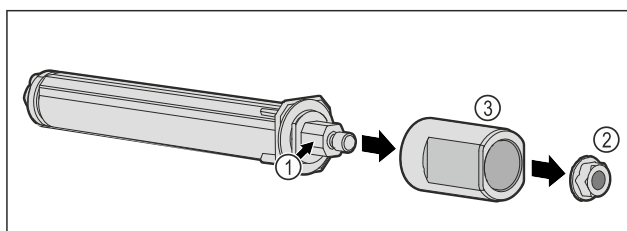

Fig. 53
- ▶ Ne szedje szét az ajtózáro rendszert Fig. 53 (1).
- ▶ Vegye ki az anyát Fig. 53 (2).
- ▶ Vegye le a hüvelyt Fig. 53 (3).